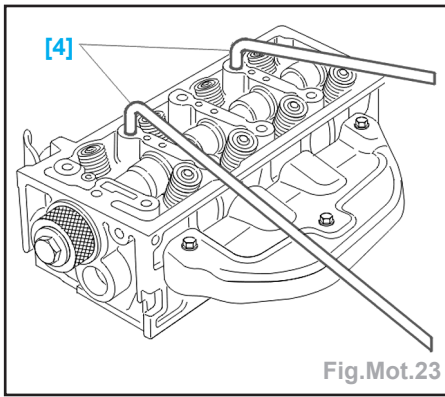

Fig.Mot.23
- Basculer et décoller la culasse à l'aide des leviers [4] (Fig.Mot.23).